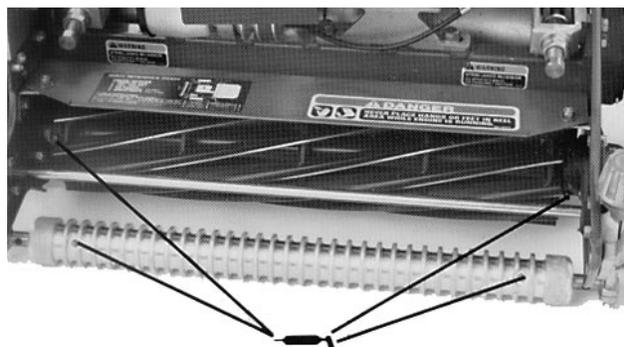

Bild 16
2. Die Schmiernippel befinden sich an den folgenden Stellen: (2) an der vorderen Rolle (Bild 16), (2) an den Spindellagern (Bild 16), (2) an den Achsen der Antriebswalze (Bild 17), (3) am Differential (Bild 17), (2) an den Lagern der Spindelgegenwelle (Bild 18) und (1) am Riemenmitläufergelenk (Bild 19).